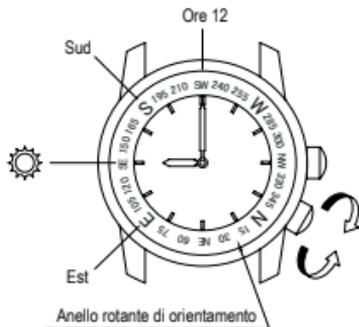

FIG. 1
(1) Al mattino, utilizzando le ore 12 come origine, la "posizione a metà tra le ore 12 e la lancetta delle ore, partendo in senso antiorario dalle 12" punterà verso sud. Vedere FIG. 1.